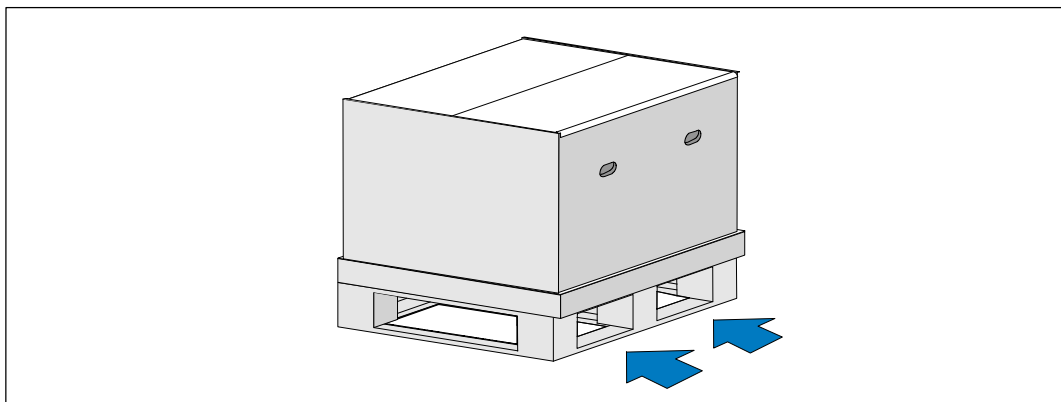

Figure 3. Levage de la palette contenant le carton de l'envoi
- 1 À l'aide d'un chariot élévateur ou d'une transpalette électrique, déplacez le carton d'envoi et la palette près de la baie où vous allez installer l'onduleur (voir Figure 3).